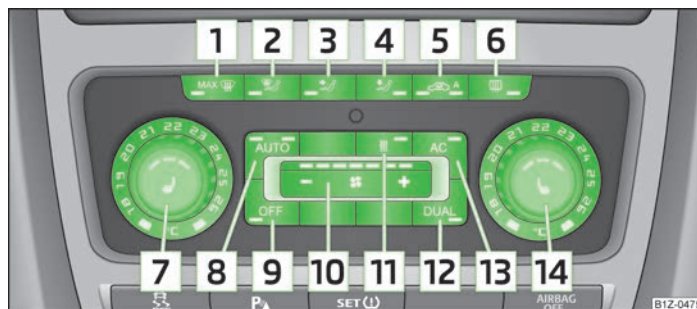

Fig. 90 Climatronic: Elementele de comandă
- > (AC) 13 » fig. 90 la pagina 85 activat.
- > Apăsăți tasta (AUTO) 8 » fig. 90 la pagina 85.
- Apăsăți tasta **(AUTO)** **8** » fig. 90 la pagina 85. În colțul din dreapta sau stânga sus se aprinde o lampă de control, în funcție de regimul de funcționare selectat ultima dată.
Dacă se aprinde lampa de control din colțul dreapta sus al tastei **(AUTO)** **8** » fig. 90 la pagina 85, Climatronic se află în regim de funcționare „HIGH”. Regimul „HIGH” este reglajul standard al Climatronic.
- Apăsăți tasta **(AC)** **13** » fig. 90 la pagina 85. Lampa de control din tastă se aprinde.
- După punerea contactului, se poate regla temperatura pe ambele părți, cu ajutorul regulatorului rotativ **7** » fig. 90 la pagina 85.
- Dacă se dorește reglarea temperaturii pentru partea dreaptă, rotiți regulatorul rotativ **14** » fig. 90 la pagina 85. Lampa de control din tasta **(DUAL)** **12** » fig. 90 la pagina 85 se aprinde, se indică faptul că se pot regla temperaturi diferite pe partea stângă și dreaptă.
Când se aprinde lampa de control din tasta **(DUAL)** **12** » fig. 90 la pagina 85, de la regulatorul rotativ **7** » fig. 90 la pagina 85 nu se poate regla temperatura pentru ambele părți. Se poate restabili această funcție apăsând din nou tasta **(DUAL)** **12**. Lampa de control din tastă se stinge.
➤ Apăsați în mod repetat tasta  **5** » fig. 90 la pagina 85, până când lampa de control din partea stângă a tastei se aprinde.
➤ Apăsați în mod repetat tasta  **5** » fig. 90 la pagina 85, până când lampa de control din partea dreaptă a tastei se aprinde.
➤ Dacă senzorul de aer nu pornește automat recircularea aerului când în autovehicul se simte un miros neplăcut, sistemul poate fi pornit de dumneavoastră, apăsând tasta  **5** » fig. 90 la pagina 85. Lampa de control din tastă se va aprinde pe partea stângă.
➤ Apăsați tasta **AUTO**  **8** » fig. 90 la pagina 85 sau în mod repetat tasta  **5** » fig. 90 la pagina 85, până când se sting lămpile de control din tastă.
- Când parbrizul s-a aburit, apăsați tasta  **1** » fig. 90 la pagina 85. După ce parbrizul s-a dezaburit, apăsați tasta **AUTO**  **8** » fig. 90 la pagina 85.
- Apăsați din nou tasta  **10** » fig. 90 la pagina 85 de pe partea stângă (reducerea turației ventilatorului), respectiv de pe partea dreaptă (creșterea turației ventilatorului).
Turația ventilatorului va fi semnalizată prin aprinderea numărului corespunzător de lămpi de control de deasupra tastei  **10** » fig. 90 la pagina 85.
➤ Apăsați tasta  **1** » fig. 90 la pagina 85.
➤ Apăsați din nou tasta  **1** » fig. 90 la pagina 85 sau tasta **AUTO**.